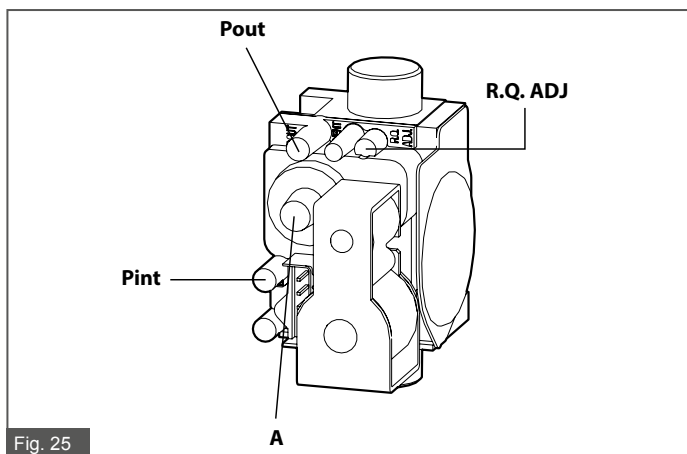
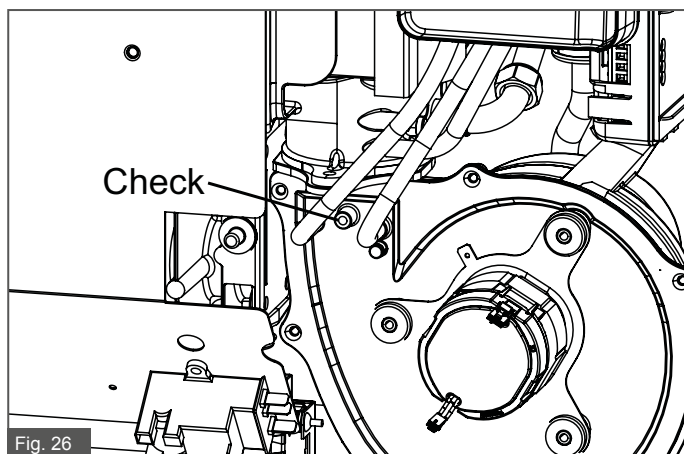

Fig. 25
Fig. 26
- Con apparecchio funzionante a potenza minima, collegare il positivo del manometro alla presa di pressione **Pint** della valvola (fig. 25) ed il negativo alla presa di pressione **Check** sulla coclea del ventilatore (fig. 26), dopo aver svitato i tappi di chiusura. Verificare il valore della pressione tra i due punti.
- Se necessario, effettuare la regolazione dell'off-set agendo sulla vite A (fig. 25) dopo aver svitato la vite di chiusura.
Se necessario, regolare la CO2 agendo sulla vite **A** con apparecchio al minimo e sulla vite **R.Q. ADJ** con apparecchio al massimo (fig. 25).